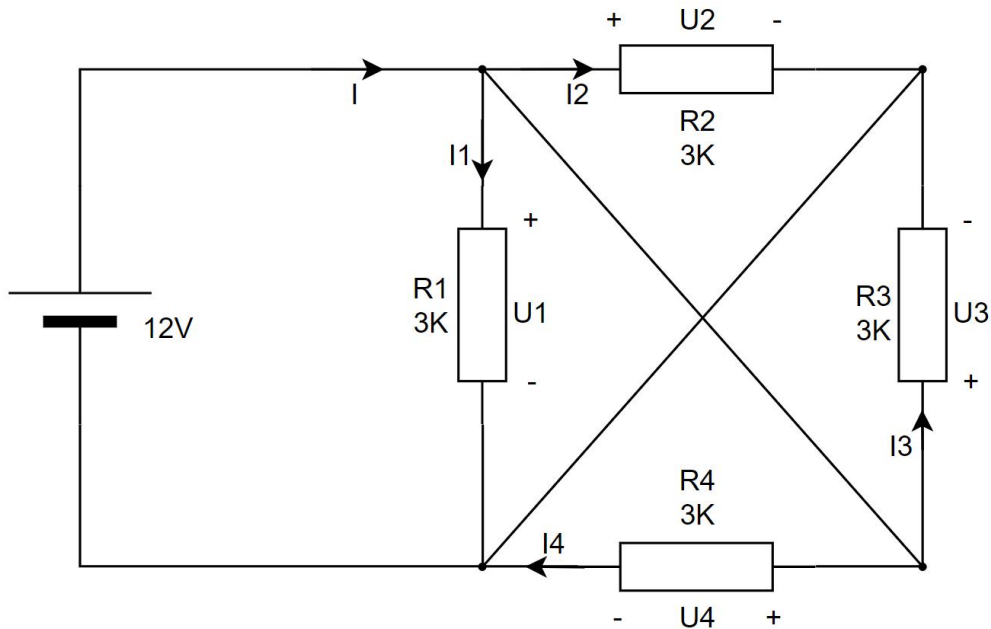

图1.2
2. 基尔霍夫定律是大学电路知识的重要基础内容。请自行了解基尔霍夫定律，并根据上一题中的电路，分别运用 KCL、KVL 列出一个式子。参考方向在图 1.2 中给出。